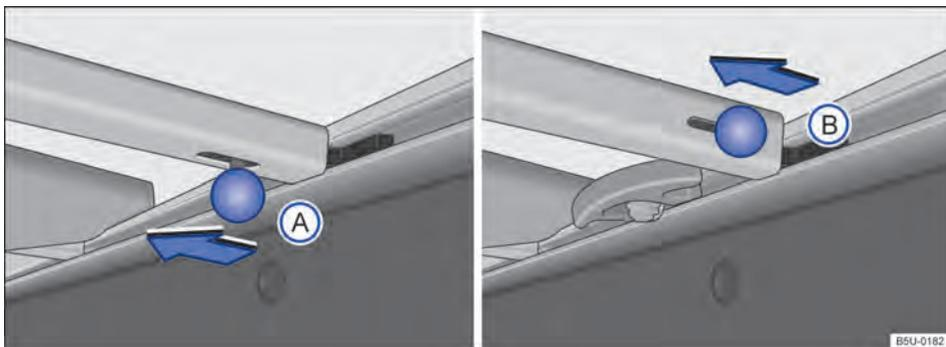
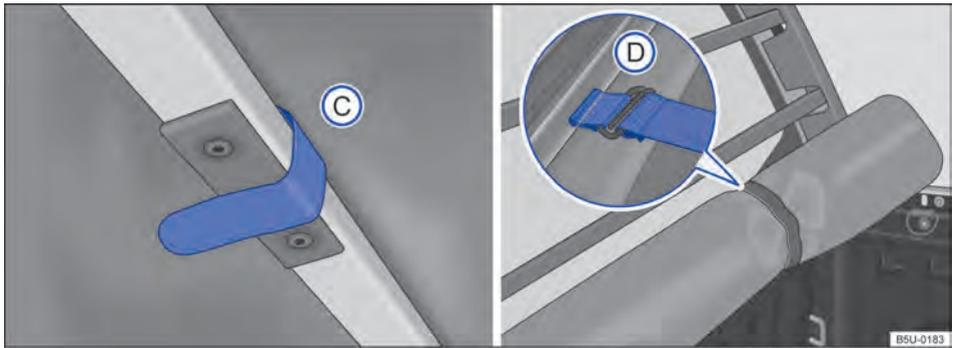

Fig. 50 Travesaños en el compartimento de carga: **(A)** vehículos con soportes de amarre fijos, **(B)** vehículos con soportes de amarre deslizantes. ▶
Fig. 51 En el compartimento de carga: tira de fijación y capota marítima correctamente recogida.
- Para la remoción del tipo (A) o (B), desplazar el perno de bloqueo en el sentido de la flecha → fig. 50. Para remover el travesaño que está cerca de la luneta, se necesita soltar las tiras de fijación de la capota → fig. 51 (C).
- Después de recoger totalmente la capota, sujétela con las cintas de fijación (D).
- Para desmontar el travesaño que está cerca de la luneta, es necesario soltar las tiras de fijación de la capota → fig. 51 ⓘ, y hacer el mismo procedimiento anterior para desmontar el travesaño (cuando exista más de un travesaño).
- Después de recoger totalmente la capota, sujétela con las cintas de fijación → fig. 51 ⓘ.